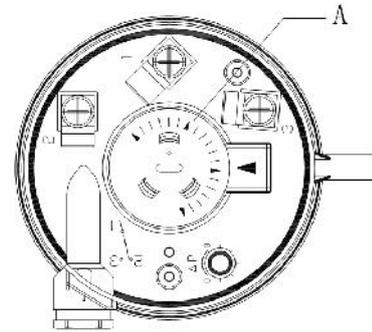

Abb. 8
1. Die Anschlüsse (wie Abb. 8) befinden sich unter dem Kunststoffdeckel. Das Schaltprinzip ist wie folgt:
drehen Sie das Einstellrad (A in Abb. 8) mit einem Schlitzschraubendreher in die gewünschte Position (Schaltwert/Sollwert).